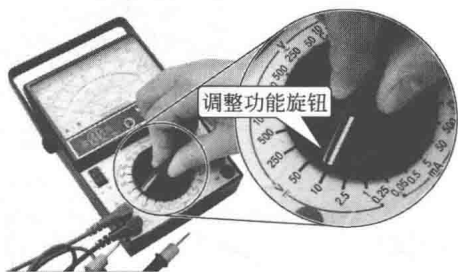

图 1-5 调整万用表功能旋钮
(2) 测量直流电压
① 选择挡位 将万用表的红黑表笔连接到万用表的表笔插孔中，并将功能旋钮调整至直流电压最高挡位，估算被测量电压大小选择量程，如图 1-5 所示。